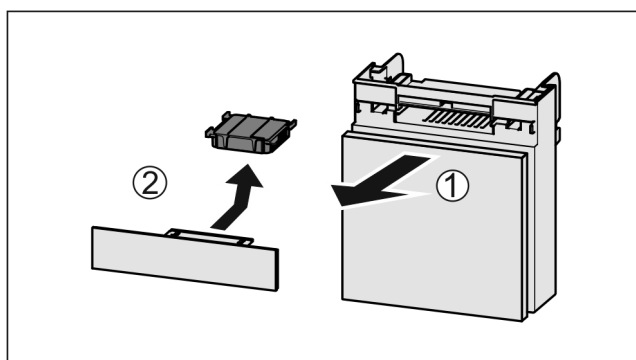

Fig. 127
- ▶ Predal izvlecite Fig. 127 (1) naprej.
- ▶ Odstranite Fig. 127 (2) aktivni ogljeni filter.